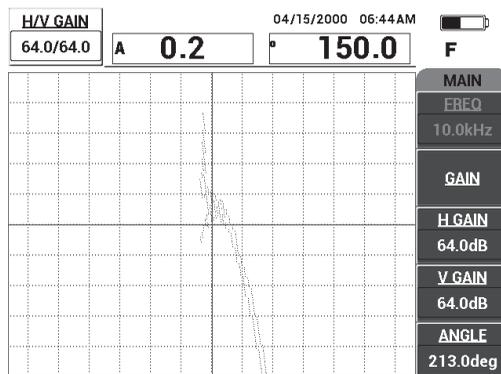

Abbildung 6-34 Geänderte Signalamplitude
8. Drücken Sie auf die Direktzugriffstaste **GAIN (dB)** und stellen Sie die Signalamplitude so ein, dass sich das Signal der Ablösung ab der Nullposition (Fadenkreuz) über 4 Skalenteile erstreckt (siehe Abbildung 6-34 auf Seite 158).